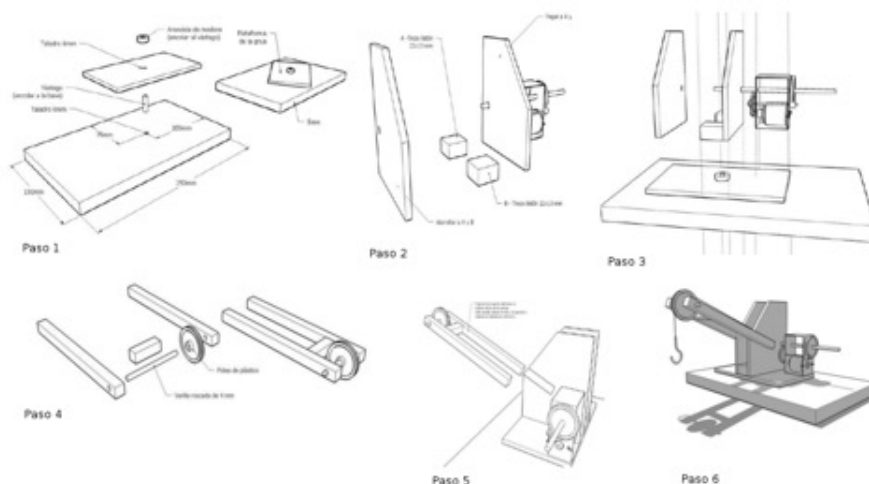

Figura 6. Esquema con los pasos para el montaje de una grúa giratoria (Tomada de : <http://concurso.cnice.mec.es/cnice2006/material107/>)
13. En la Figura 6 se presentan los pasos necesarios para la implementación de una grúa giratoria. De la siguiente lista de instrucciones determine a qué paso pertenece ordenando cada uno de los pasos a partir de las instrucciones
15. Se está construyendo una de las piezas de la grúa giratoria en madera y se deben hacer unos agujeros para los tornillos de la base. Usted decide utilizar un taladro eléctrico de mano como el mostrado en la figura 6 para dicha labor. Escriba en los espacios numerados como 1, 2 y 3 cuáles consideraciones tendría en cuenta al momento de usar este dispositivo